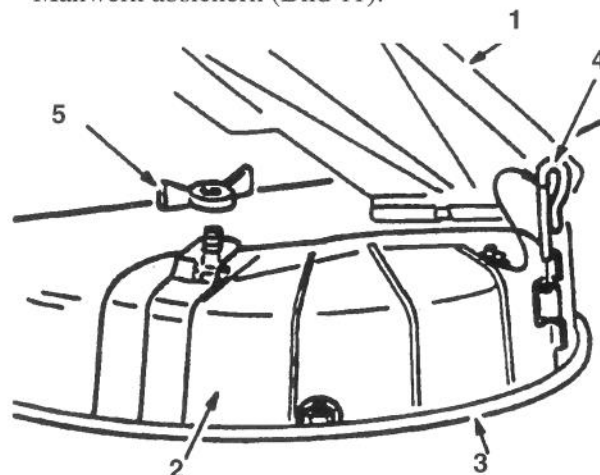

Bild 11
1. Das Prallblech anheben und die Auswurfabdeckung über die Öffnung legen, dann auf die unter Mähwerklippe aufziehen und in das vordere Scharnier einschieben (Bild 11).
2. Den Scharnierstift durch das Scharnier schieben (Bild 11).
3. Die Auswurfabdeckung mit der Flügelmutter am Mähwerk absichern (Bild 11).